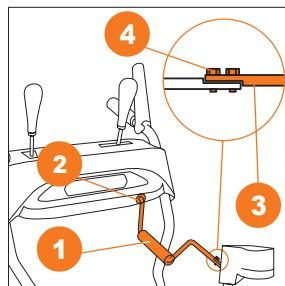

Рис. 14
- Вставьте один конец рукоятки желоба 1 в отверстие 2 на панели оператора (Рис. 14). Для модели **DAST 7565** образца 2021-2022 г выпуск соединение производится при помощи шплинта.
- Соедините второй конец рукоятки с поддерживающей штангой 3 с помощью двух болтов 4 (Рис. 14).